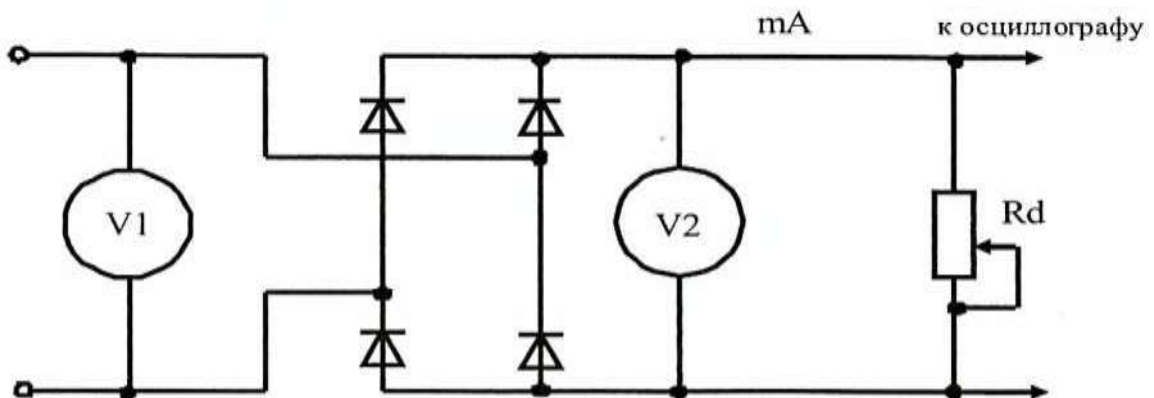

Рис. 11. Схема соединения приборов
1. Собрать цепь согласно рис. 11